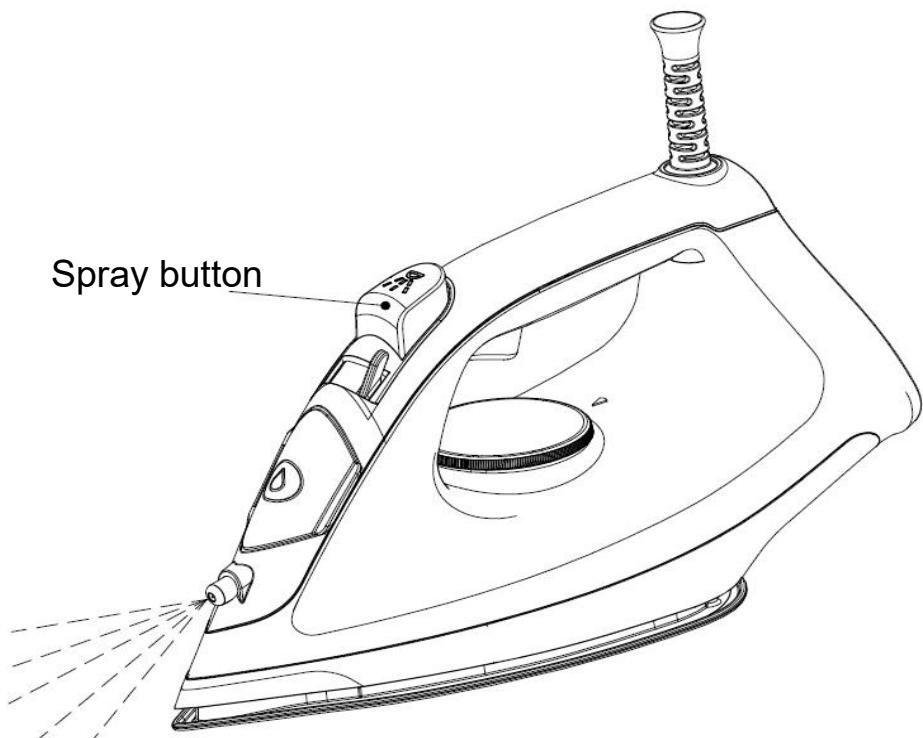

Fig.6
71.U kunt nevel spuiten door één keer op de sproeiknop te drukken (zie Afb. 6).